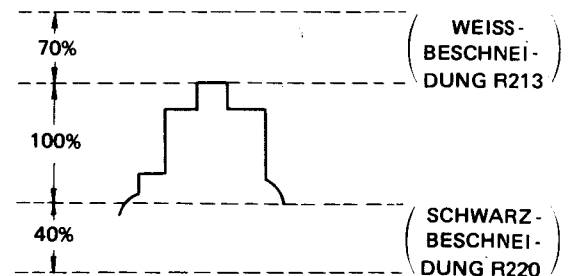

Abbildung 101
1. Das Gerät auf Aufnahme einstellen, und +B-Spannung dem Stift ⑫ des I201 zuleiten.
4. Die Zuleitung von +B-Spannung zum Stift ⑬ des I201 unterbrechen. (Abb. 101)